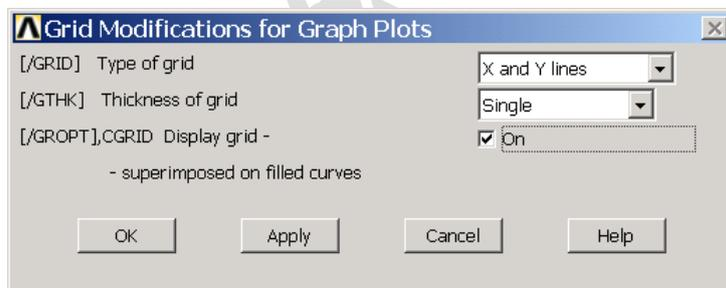

图10.53 显示网格
(13) 按同样的方法定义变量 3UX 读取节点 3 的 UX 向位移结果。
(14) 单击【Utility Menu】|【PlotCtrls】|【Style】|【Graphs】|【Modify Grid】菜单，弹出如图 10.53 所示的对话框。选择【Display grid -】右边的复选框为【On】，然后单击【OK】按钮。